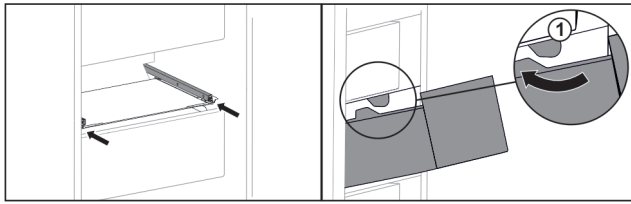

Fig. 125
- ▶ Introduzca el cajón rodeando los topes Fig. 125 (1).